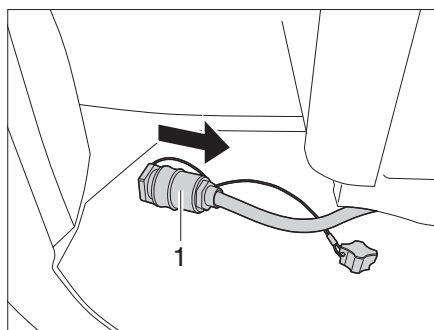

Fig. 54 Staccare il collegamento elettrico
- Staccare il collegamento elettrico (Fig. 54,1).